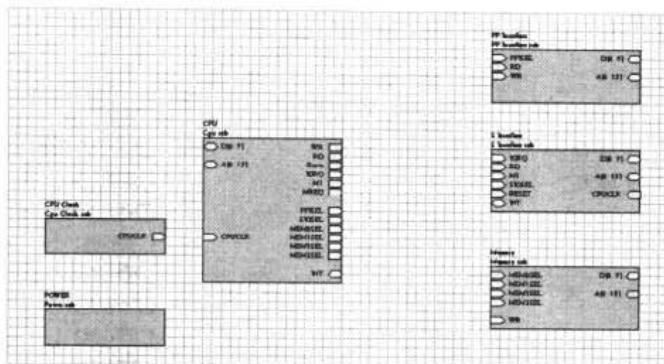

图 6-17 完成放置方块电路出入口的主电路图
- (12) 绘制其他方块电路图的电路出入口：重复上面 (8) ~ (11) 的步骤，即可绘制其他方块电路图的出入口，如图 6-17 所示。